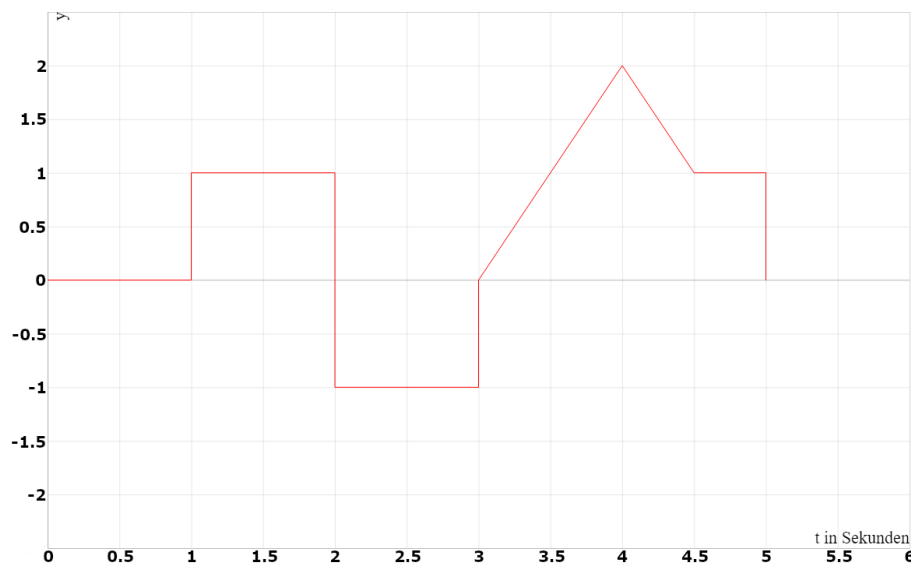

Abbildung 2: Eingangssignal für einen PID-Regler
- (f) In Abbildung 2 ist das Eingangssignal x für einen PID-Regler mit folgenden Parametern gegeben: $K_P = 1,5$, $K_I = 1$ und $K_D = 2$. Zeichnen Sie jeweils die Ausgangsfunktionen für den P-, I- sowie für den D-Anteil.